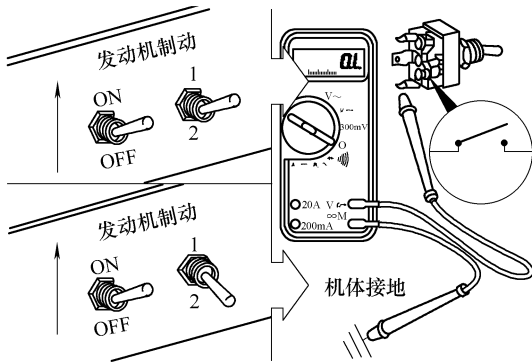

图 5-86 测量底部端子与接地间的电阻
② 测量底部端子与接地间的电阻(图 5-86)，开关在 1 位置或 2 位置，万用表都应显示开路，电阻大于 $100\text{k}\Omega$ 。如果不是开路，说明开关有故障，应当进行维修。